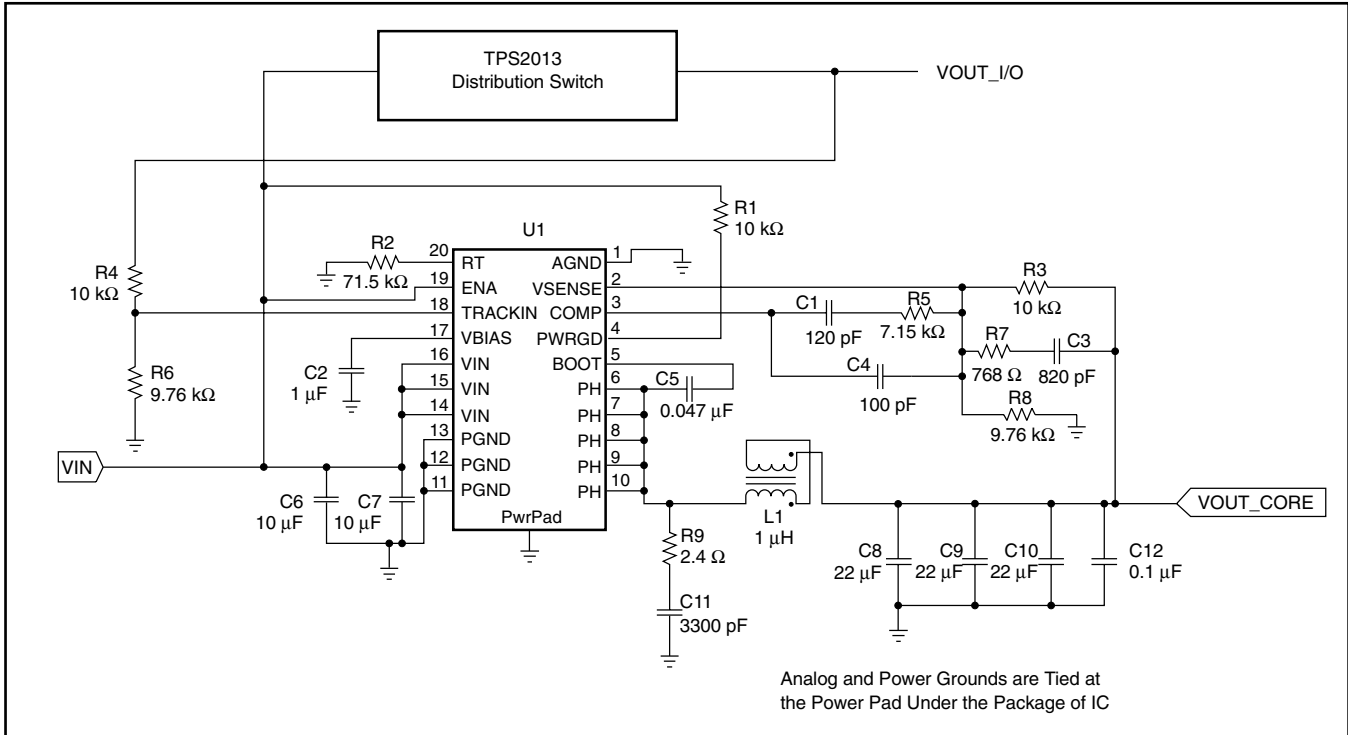

Figure 9. Application Circuit
(1) 設計で規定されています。
(2) 抵抗性静負荷のみの場合です。
(3) 図9の回路での規定です。
図9にTPS54380の代表的なアプリケーション回路図を示します。TPS54380 (U1) は標準出力電圧1.8V時3A以上の出力電流を供給することができます。適切な熱特性を実現するには、ICパッケージの底面にむき出しの熱対策用のPowerPADをプリント基板にはんだ付けしなければなりません。電源立ち上がりのトラッキングを行なうには、I/O電源のイネーブルを使用してください。